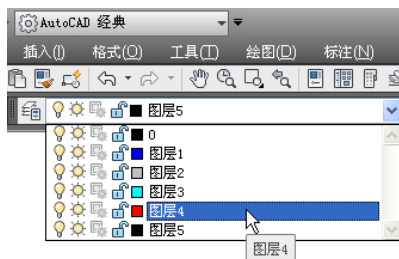

图 6-11 图层下拉列表
- 展开【图层】工具栏图层下拉列表，选择目标图层，可将其设置为【当前图层】，如图 6-11 所示。
如果某图形对象需要转换图层，此时可以先选择该图形对象，然后单击【图层】工具栏中的图层下拉列表，如图 6-11 所示，选择到要转换的目标图层即可。